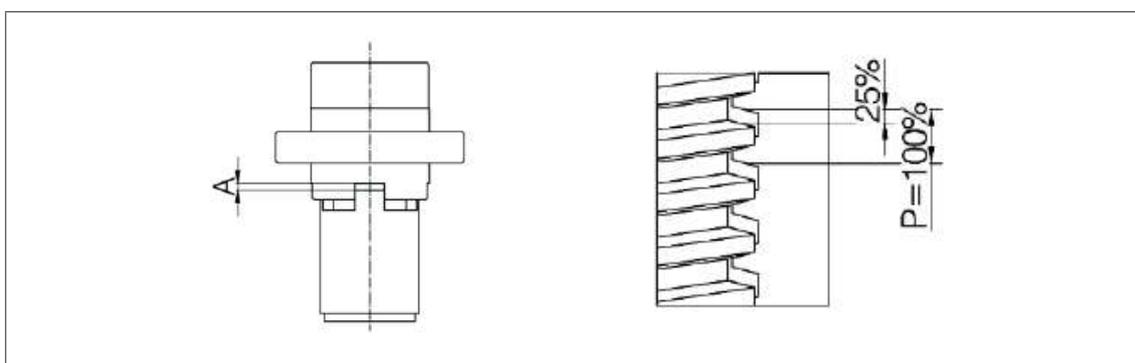

Fig. 20 : Écrou de sécurité SIFA : Dimension « A » pour comparaison lors du contrôle de l'usure.
4. Si un écrou de sécurité SIFA est présent, mesurer et noter la dimension « A » (voir fig. 20). Cette dimension à l'état neuf servira de référence pour les comparaisons ultérieures et est nécessaire pour évaluer l'usure ultérieure (voir chapitre 7.1.1., page 25).
- 3. Si un écrou de sécurité SIFA est présent : vérifier l'usure selon la fig. 20.